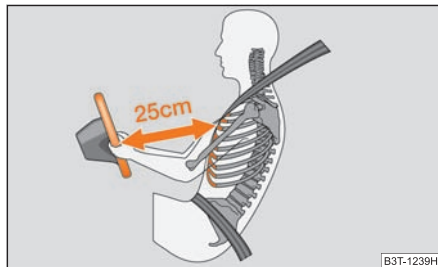

Abb. 172 Sicherer Abstand vom Lenkrad
- Für den Fahrer und Beifahrer ist es wichtig, einen Abstand von mindestens 25 cm vom Lenkrad bzw. von der Schalttafel einzuhalten ⇒ Abb. 172. Wenn Sie den Mindestabstand nicht einhalten, kann Sie das Airbag-System nicht schützen - Lebensgefahr! Außerdem müssen die Vordersitze und die Kopfstützen immer der Körpergröße entsprechend richtig eingestellt sein.